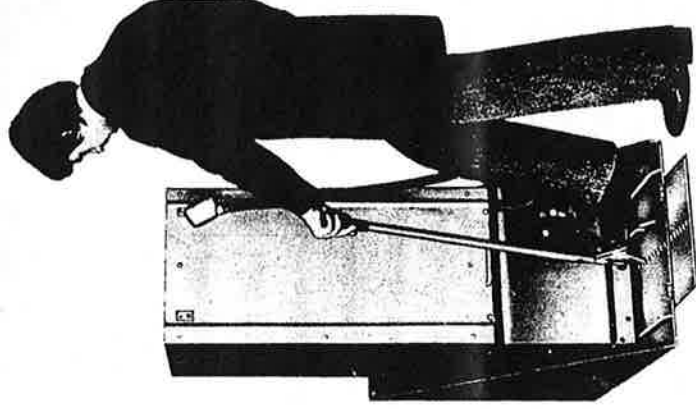

Fig. 8
— Per passare dalla posizione di interruttore «inserito» a quella di «sezionato», rovesciare la leva inferiore dell'asta di manovra (7) come indicato in fig. 7 e, dopo aver premuto il pedale, azionare l'asta come illustrato in fig. 8.
— To withdraw the breaker from inserted to isolated position, reverse the lower lever of device (7) as shown on fig. 7, press the pedal and operate the rod as shown on fig. 8.